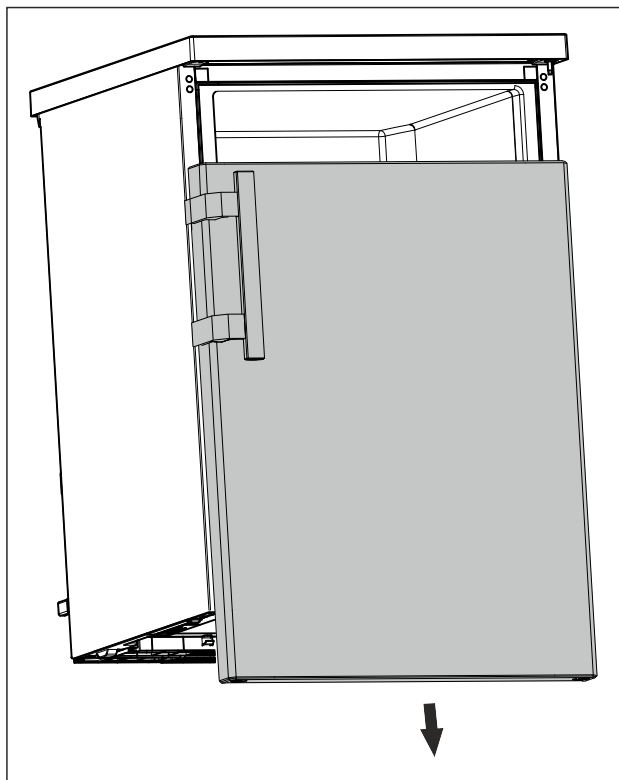

Fig. 8
- ▶ Skinite vrata prema dolje. (pogledajte Fig. 8)